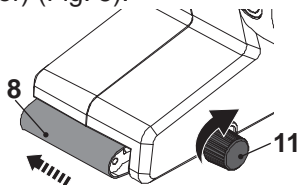

Fig. 5
5. Gire la perilla de ajuste de recorrido (7) en el sentido contrario de las agujas del reloj para ajustar la correa de lijado (8) hacia la derecha (visto desde la perspectiva del operador) (Fig. 5).